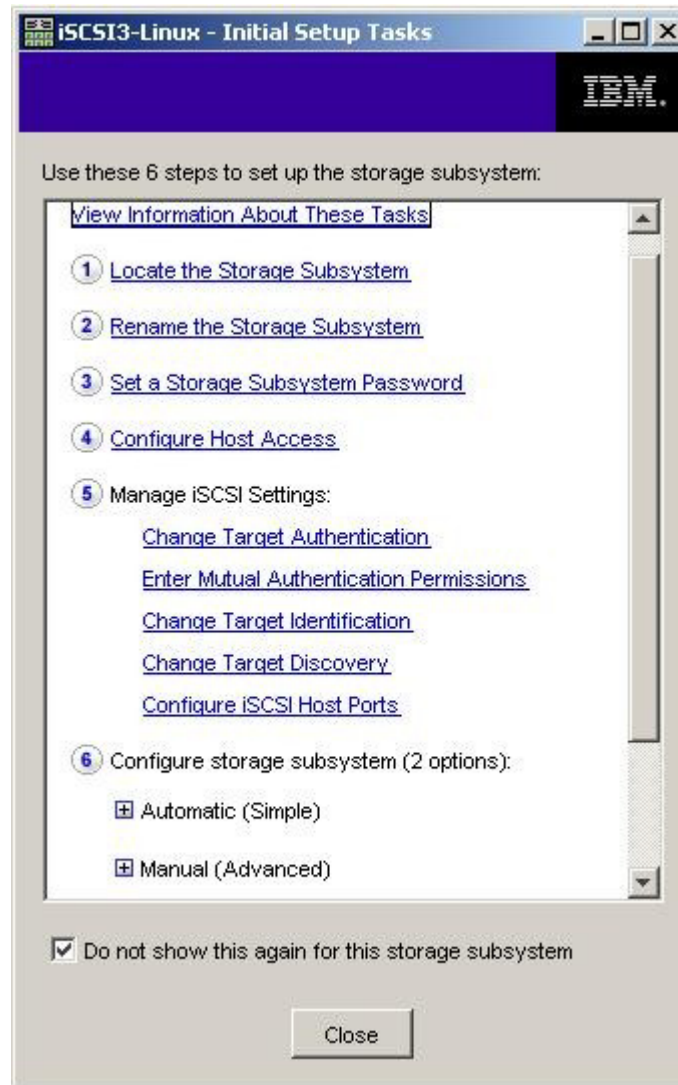

图 10. Subsystem Management 窗口中的 Initial Setup Tasks 窗口
3. 在 **Summary** 页面上，单击 **Perform Initial Setup Tasks**。这时将打开 Initial Setup Tasks 窗口，如第 77 页的图 10 所示。